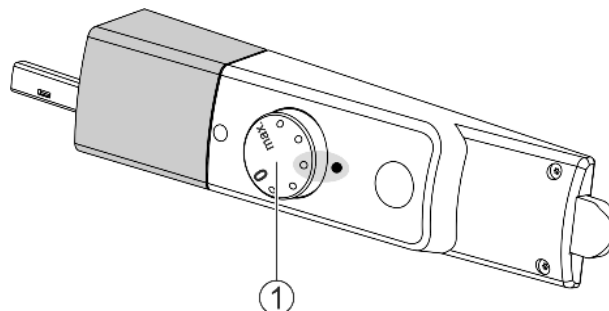

Fig. 2
- ▶ Temperaturregler *Fig. 2 (1)* nach rechts von Stellung 0 auf Punkt 3 drehen.
- ▶ Temperaturregler *Fig. 2 (1)* drehen.